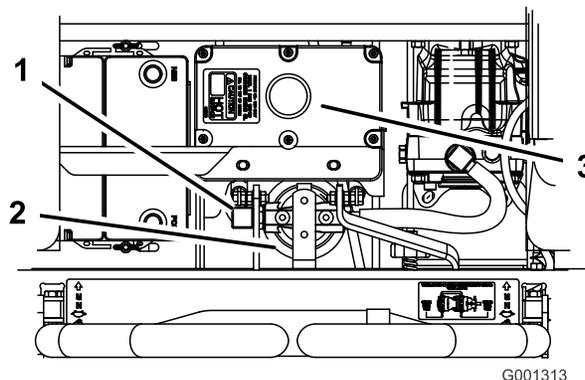

Figure 79
4. Débranchez la conduite hydraulique droite qui est raccordée à l'adaptateur (Figure 79).
6. Rebranchez la conduite hydraulique droite à l'adaptateur (Figure 79).